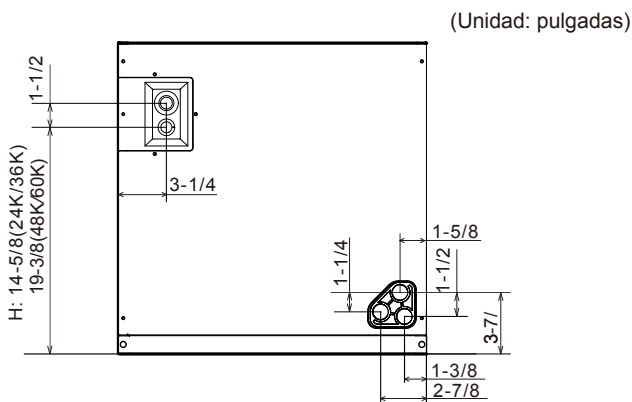

Imagen 3.1 Posiciones de la conexión de la tubería
- (1) En las Fig. 3.1 se muestran las posiciones de conexión de la tubería.